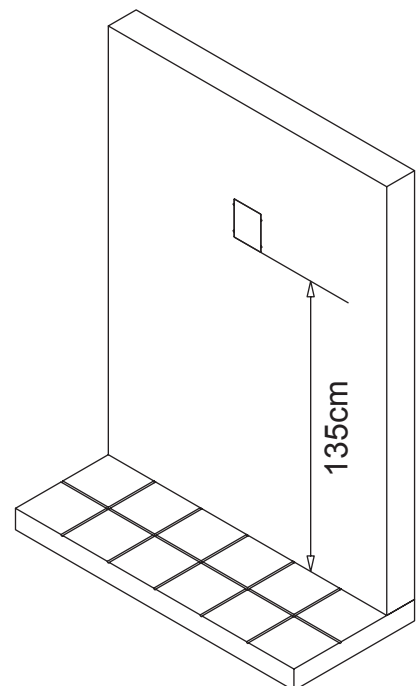
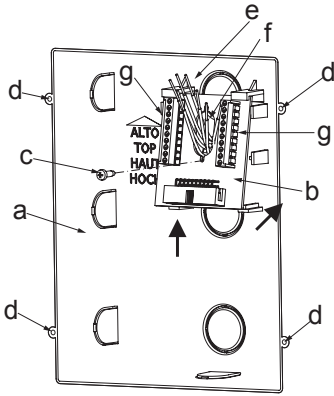

Fig.3
FIG.4
- Proteggere opportunamente i fori di fissaggio "d" (fig.4) quindi murare la scatola da incasso "a" lasciando circa 135cm tra la parte inferiore della scatola ed il pavimento (vedi figura 3). **Fare attenzione al verso della scatola (vedi le indicazioni sul fondo della stessa) e a che venga murata a filo muro finito;**
- Una volta fissata la scheda di connessione "b", collegare i fili ai morsetti "g" (fig.4) in accordo con quanto indicato nello schema di connessione fornito a corredo;
- *Protect the videophone fixing holes "d" (fig.4) from dust then embed the flush back box "a" (fig.4) into the wall (about 135cm between the bottom of the box and the floor level as shown on the figure 3). **Observe the direction of the box (see instruction on the bottom of the box) and take care that the box profile is in line with the finished wall profile;***
- *Hook the pcb connection board "b" to the flush mounting box "a" as shown in figure 4 (see pointers) feeding the cables "e" through the opening "f" then fix the connection board using the screw "c";*
- *With the connection board "b" fitted, connect the wires to terminal "g" (fig.4) as shown in the diagram provided;*